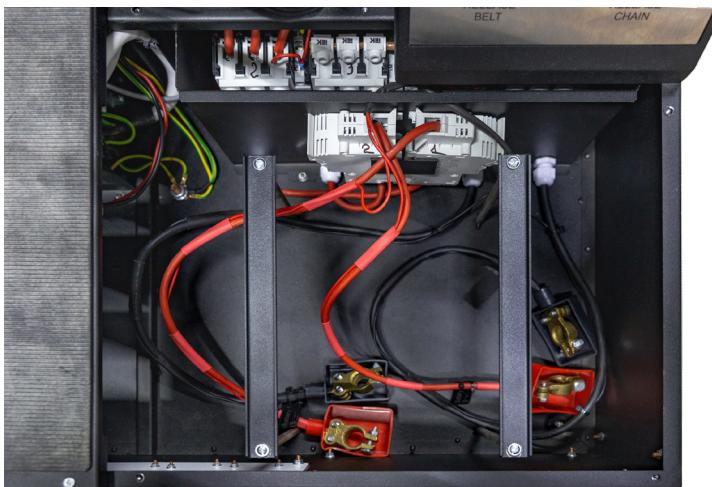

Рисунок 10. Место для размещения аккумуляторов в стенде
- 1) Аккумуляторные батареи (АКБ) 12В, которое необходимо расположить в аккумуляторном отсеке стенда (рис. 10). При подключении АКБ следует соблюдать маркировку на силовых кабелях. Если подключить только одну АКБ (АКБ1 или АКБ2), то доступен будет только 12В режим диагностики, режим 24В будет недоступен.